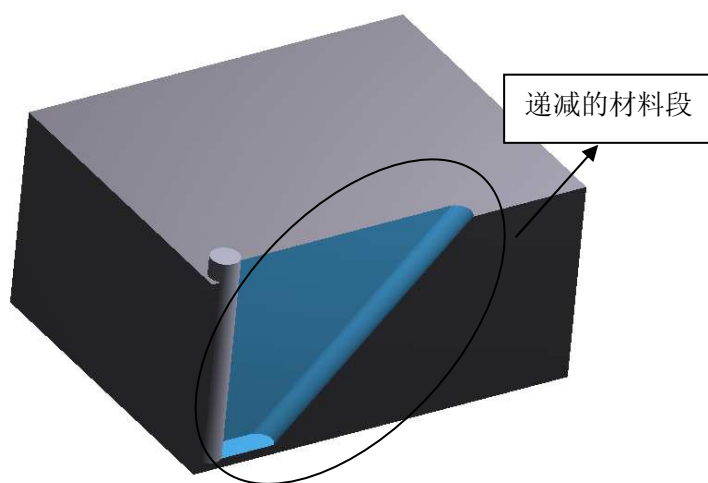

图 2-20
2、刀具“斜线下刀”切入后，剩余材料出现了递减的材料段，如图 2-20 所示，当刀具再转入这部分材料段的切割时，切削量越来越少，刀具阻力越来越小，反作用于笔画的力也越来越小，从而有效地解决了笔画飞崩的现象。